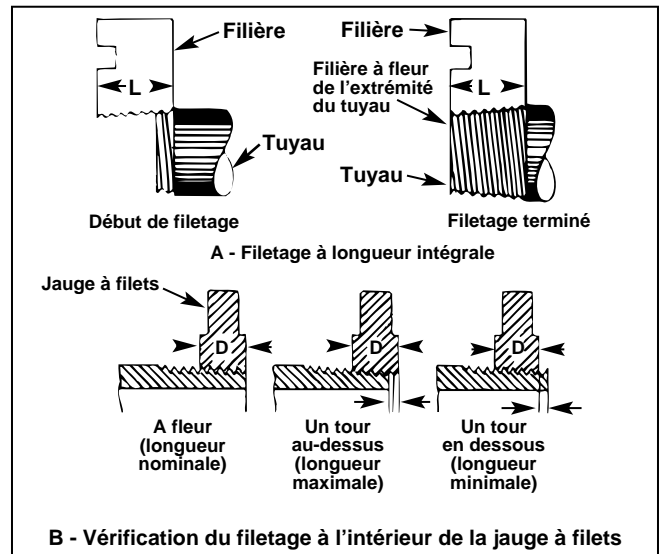

Figure 14 – Vérification de la longueur
13. Vérifiez la longueur et la profondeur du filetage (*Figure 14*).